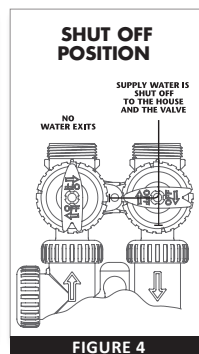

FIGURE 4
4. Position d'arrêt: La poignée d'entrée pointe vers le centre de la vanne by-pass et la poignée de sortie à l'opposé de la vanne de contrôle. L'eau est isolée du bâtiment. Si un robinet est ouvert dans le bâtiment, le système de traitement de l'eau se dépressurise. Toute pression négative au niveau du bâtiment alors que l'unité est en cours de régénération peut entraîner un effet de siphon vers le bâtiment. La présence d'eau à la sortie de l'unité indique que celle-ci contourne le système (Fig. 4) (raccordement de plomberie quelque part dans le bâtiment).